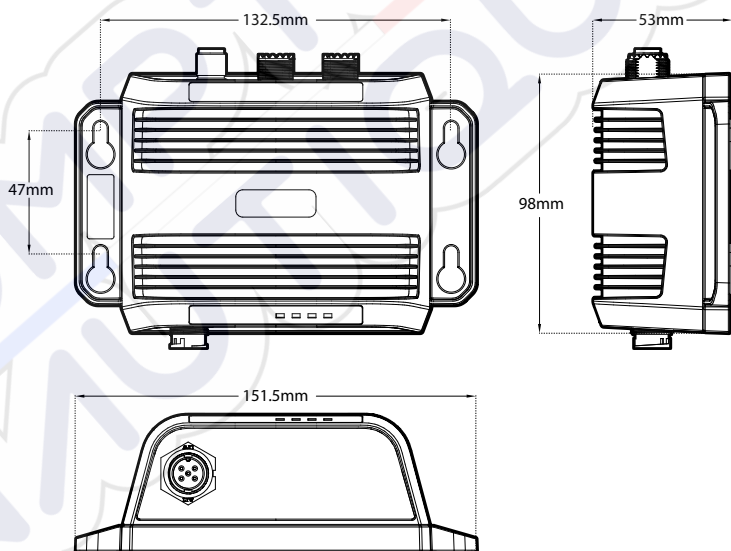

Figure 4 Dimensions du NSPL-500
- Il faut prévoir suffisamment d'espace autour du NSPL-500 pour le passage des câbles. Pour connaître les dimensions détaillées du NSPL-500, reportez-vous à la figure 4.